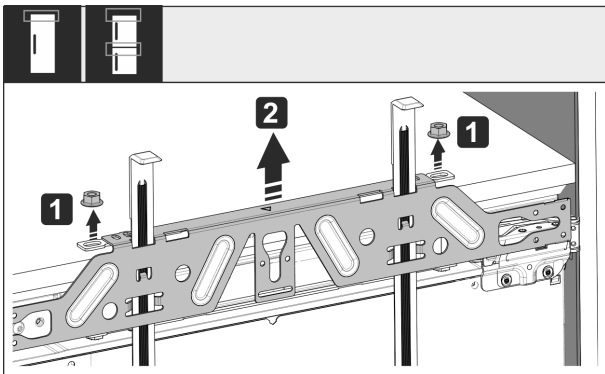

Fig. 58
- ▶ Povolte pojistné matice Fig. 58 (1).
- ▶ Sejměte upevňovací příčník Fig. 58 (2).